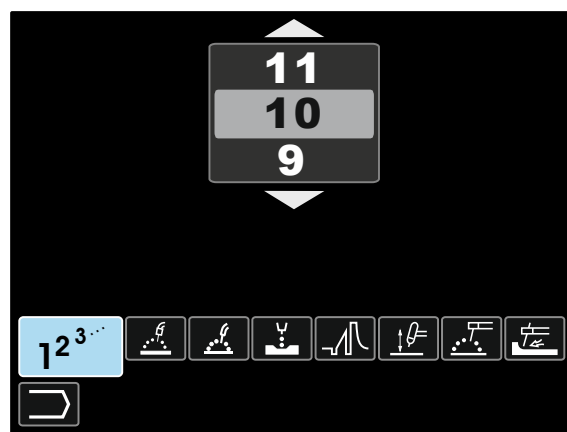

Рис. 8
- С помощью кнопки регулировки [11] выделите пиктограмму выбора программы сварки – Рисунок 8.